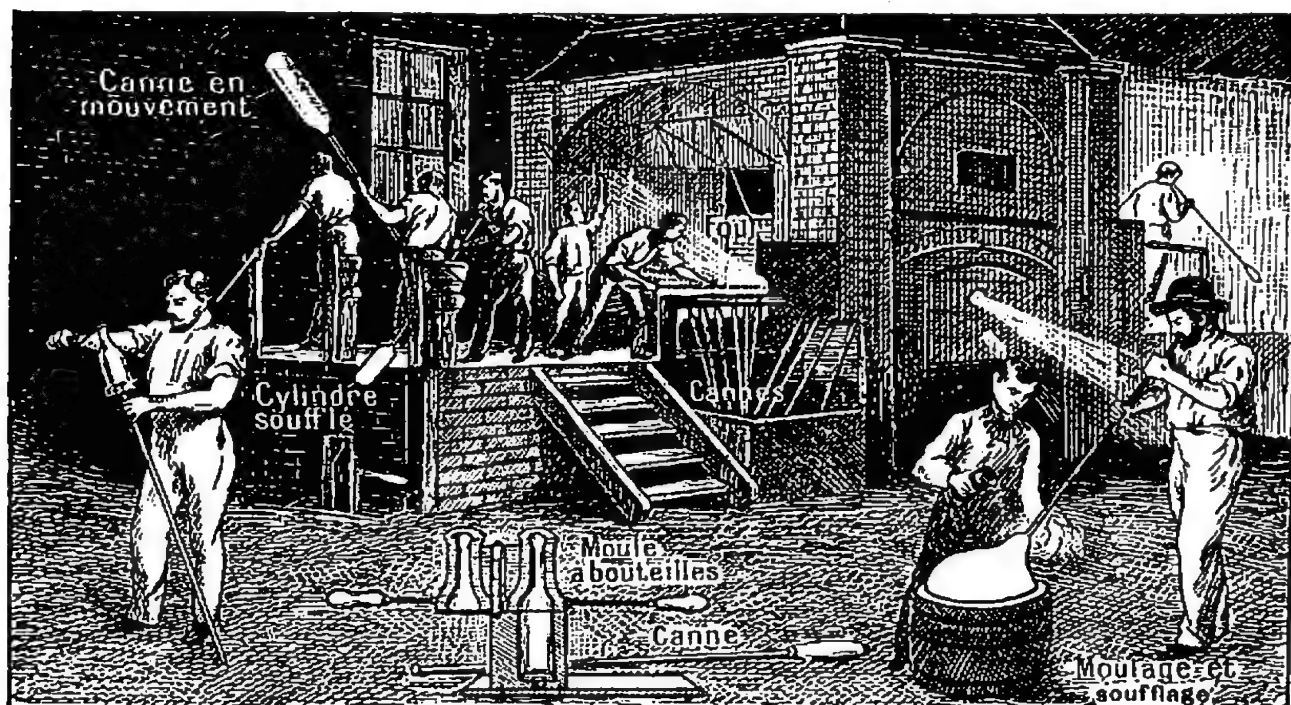

Fig. 93. — Travail du verre.
**8. Fabrication du verre.** — Les matières qui doivent entrer dans la composition du verre sont d'abord réduites en poudre, puis introduites dans des creusets en terre réfractaire que l'on chauffe dans des fours spéciaux jusqu'à 1 000 ou 1 200°. Elles forment alors une pâte molle que l'ouvrier peut travailler par *soufflage* ou par *moulage*, ou par les deux procédés à la fois (fig. 93). Il se sert d'une longue canne creuse en fer, nommée *canne de verrier*, qu'il